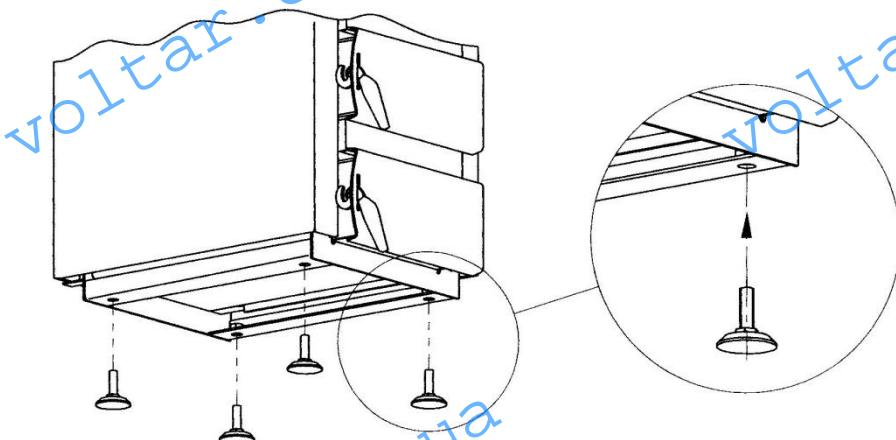

Рис. 5. Встановлення котла
A. Котел встановити на негорючій основі, використовуючи теплоізолюючу плиту більшу принаймні по 2 см. на сторону від бази котла. Якщо котел розміщений у підвалі, радимо поставити його на підмурівок висотою 5-10 см. Котел потрібно розмістити горизонтально. Для горизонтального розміщення котла служать 4 ніжки, які можна вкрутити в отвори в основі котла (Рис.5).